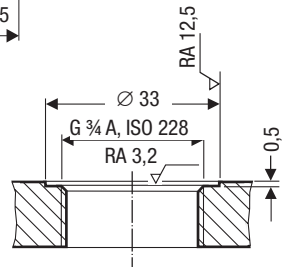

Fig. 4
- Die Dichtflächen vom Gewindestutzen oder Flanschdeckel müssen gemäß **Fig. 4** technisch einwandfrei bearbeitet sein!
1. Dichtflächen prüfen. **Fig. 4**
2. Beiliegenden Dichtring **5** auf die Dichtfläche des Gewindestutzens oder des Flanschdeckels legen. **Fig. 4**